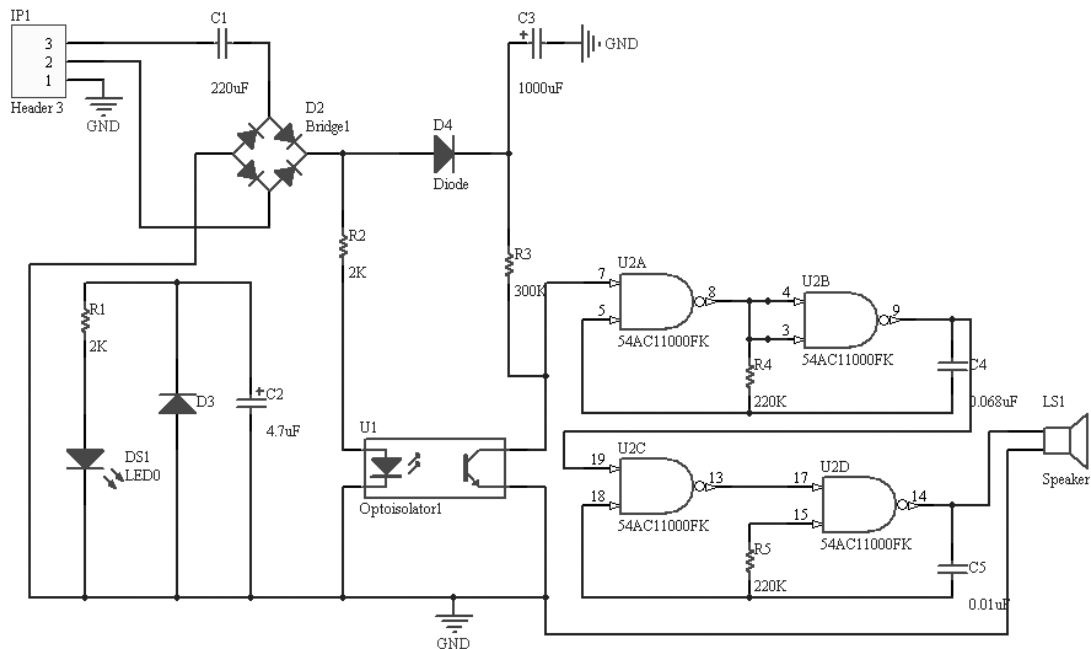

图 16-8 设置元件的属性
2) 重复上面的操作, 编辑所有元件的编号、参数值等属性, 完成这一步的原理图如图 16-8 所示。